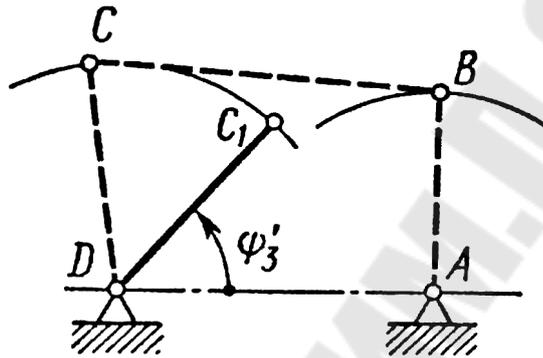

Рис.3.1
1. Спроектировать схему механизма шарнирного четырехзвенника (рис. 3.1) по заданному коэффициенту изменения средней скорости  $K$ , при заданных размерах стойки  $l_{AD}$ , коромысла  $l_{CD}$  и угла наклона коромысла к стойке в одном из крайних положений  $\psi'_3$ . Определить скорость и ускорение точки  $C$ , если угловая скорость звена  $AB$   $\omega_{AB} = 20 \text{ с}^{-1}$ , для положения, когда угол  $\psi_3 = 80^\circ$ . Исходные данные приведены в табл. 3.1.